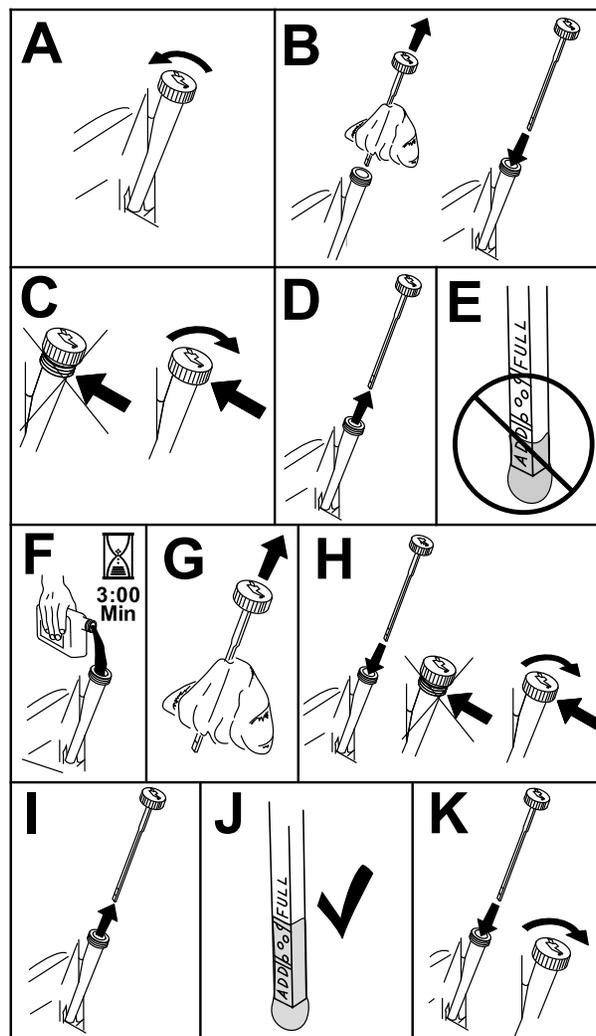

図 34
3. エンジン内部に異物が入らないように、オイルキャップやディップスティックの周囲をきれいに 図 34。